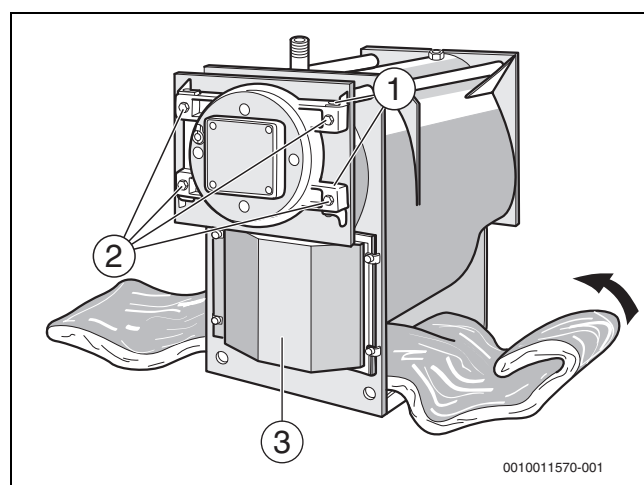

Fig. 9 Glisser le matelas isolant sous la chaudière
- Veiller à ce que les deux goujons de charnière (→ fig. 9, [1], page 17) soient en place.
- Desserrer les vis de la porte [2] et ouvrir la porte du foyer (→ fig. 9, page 17).
- Fermer la porte du foyer et fixer avec les vis [2] (→ fig. 9, page 17).